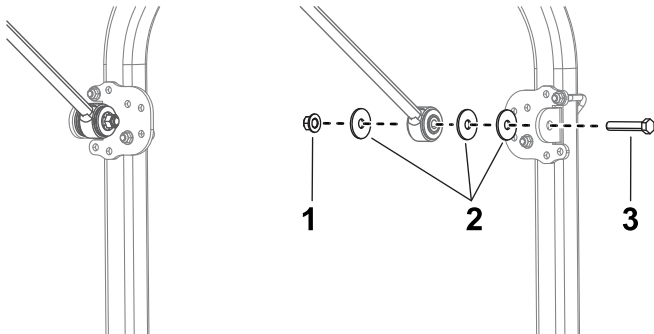

Bild 12
11. Befestigen Sie auf jeder Seite der Maschine eine Strebenhalterung mit einer Schraube (1/2" x 2 1/2"), einer Scheibe (1/2"), drei großen Unterlegscheiben und einer Bundmutter (1/2") an jeder Strebe, wie in Bild 12 abgebildet.